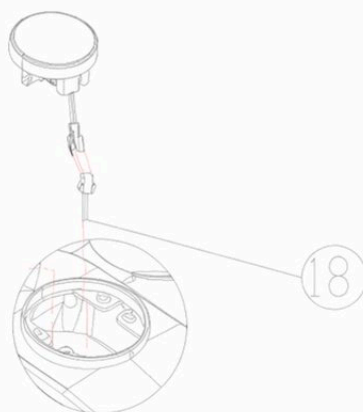

Abbildung 7.2
7. Entfernen Sie zuerst das Sensorkabel von der Steigerungsgruppe Nr. 04 und stecken Sie es in die Hauptrahmenbaugruppe Nr. 01 ein (wie in Abbildung 7.1 gezeigt). Verbinden Sie anschließend das Rahmenverbindungskabel mit der elektronischen Uhr Nr. 14 (wie in Abbildung 7.2 gezeigt). Installieren Sie dann die Steigerungsgruppe Nr. 04 am Hauptrahmen Nr. 01 und sichern Sie sie mit dem Einstellknopf in L-Form Nr. 28. Abschließend setzen Sie die Batterie in das elektronische Messgerät ein (wie in Abbildung 7.3 gezeigt).